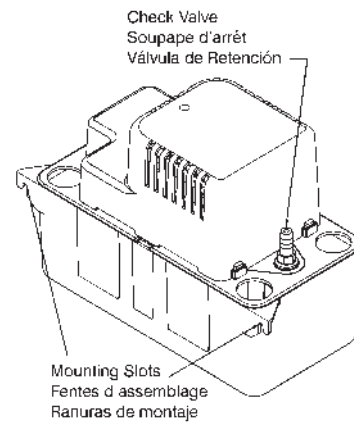

FIGURE 2
3. The tank has two slots provided to mount the unit. The slots are located on the ends of the tank (Figure 2). The unit should be mounted either on the side of the air conditioner unit or nearby wall. Pump must be level and the inlet must be below the coil drain. Conduit fittings are not compatible with the plastic pump housing.
- The outlet piping should be flexible tubing secured with a hose clamp (not provided) or pipe (3/8 inch I.D. maximum to prevent excessive flow back to unit). From condensate unit, extend discharge piping straight up as high as necessary. Do not extend this line above the head/GPH of the particular model being installed. From this high point, slope discharge line down slightly to a point above drain area; then turn down and extend to a point below or approximately level with the bottom of the condensate unit. This will give a siphoning effect which will improve efficiency of the condensate unit and will, in most cases, eliminate the need for a check valve (Figure 2). If it is not possible to slope discharge line down, make an inverted "U" trap directly above the pump at the highest point.
3. Montage-Deux fentes situées à l'extrémité du couvercle de réservoir, permettent le montage. Celui-ci doit être fait près d'un climatiseur ou d'un mur (Figure 2). La pompe doit être à niveau et l'arrivée doit se trouver sous le serpentin d'écoulement. Son carter en plastique n'est pas compatible avec la tuyauterie.
2. Le tuyau de sortie, s'il est flexible, doit être fixé avec une pince à tuyaux (non comprise). S'il est rigide, il ne doit pas dépasser 3/8 po (0,5 cm) de D.I., afin d'éviter un reflux excessif vers la pompe. À partir de l'unité d'extraction, étirer verticalement le tuyau d'écoulement jusqu'à la bonne hauteur. Ne pas l'étirer au dessus de la tête/GPH du modèle installé. De ce point haut, incliner légèrement le tuyau d'écoulement vers un point situé au-dessus de lieu d'écoulement; rabattre et étirer jusqu'à un point situé en-dessous ou à peu près au même niveau que le bas du système de condensation ce qui donnera un effet de siphon qui en augmentera l'efficacité et éliminera pratiquement l'installation d'une soupape d'arrêt (Figure 2). S'il n'est pas possible d'incliner le tuyau d'écoulement, faire un branchement en U inversé, à un point situé le plus haut au-dessus de la pompe.